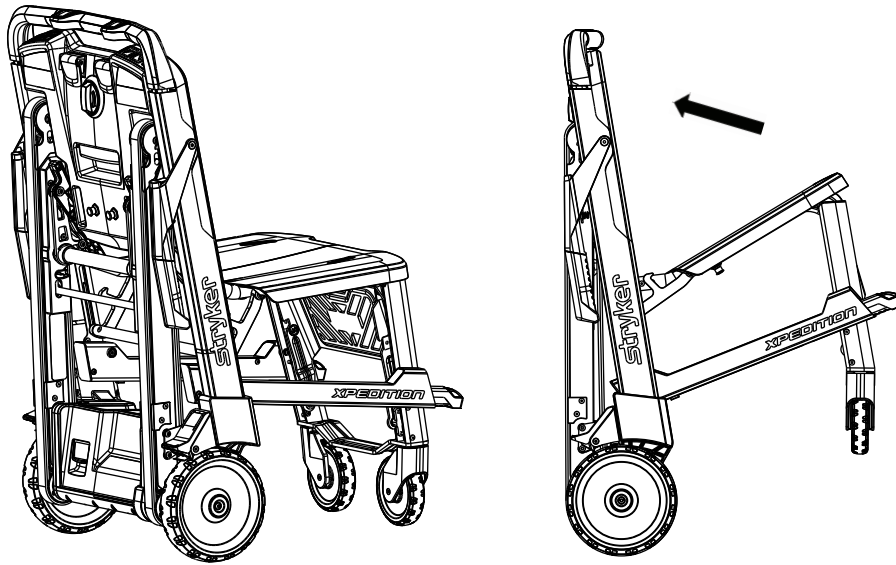

Abbildung 9 – Zusammenklappen des Stuhls
3. Den Sitz bis zur Rückenlehne hochklappen (Abbildung 9).